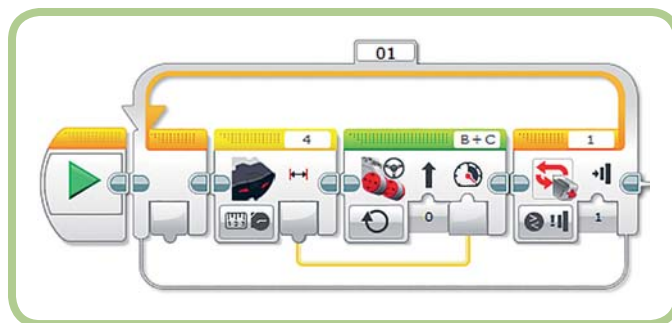

Рис. 8.9. Программа GentleStop
6. Перетащи вывод (и провод) на ввод **Мощность** (Power) блока **Рулевое управление** (Move Steering), чтобы завершить создание шины данных. Программа должна выглядеть так, как показано на рис. 8.9.